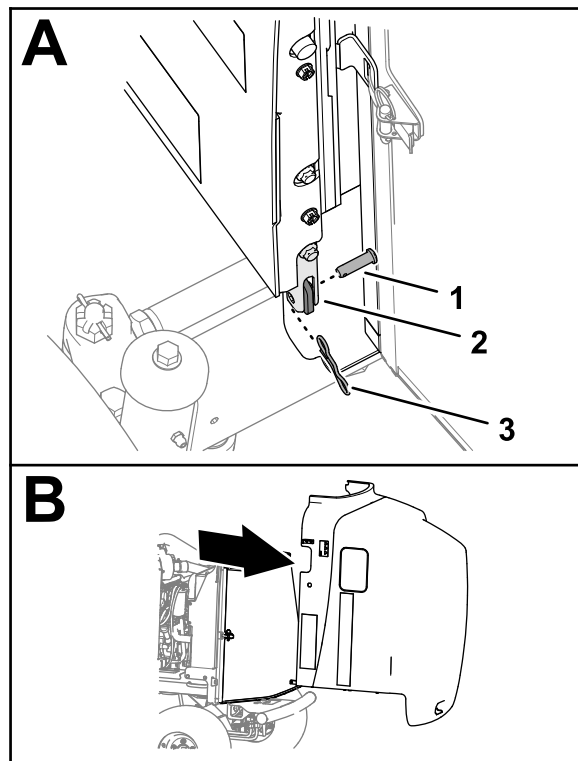

Figura 1
2. Rimuovete il perno di bloccaggio ad arco e la coppia che fissano il cofano alle staffe orientabili della macchina (Figura 1).
3. Sollevate con attenzione il cofano e rimuovetelo dalla macchina (Figura 1).